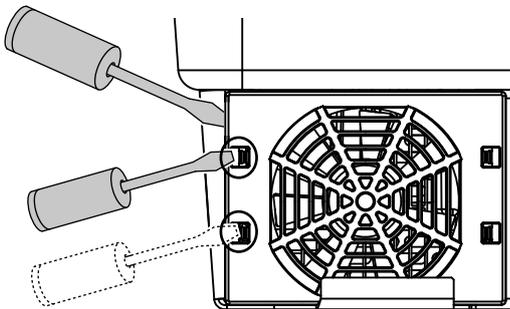

Fig. 74: Togliere le linguette di fissaggio
4. Estrarre completamente il gruppo ventola dall'involucro. A tale scopo staccare il connettore del cavo della ventola.  Fig. 74